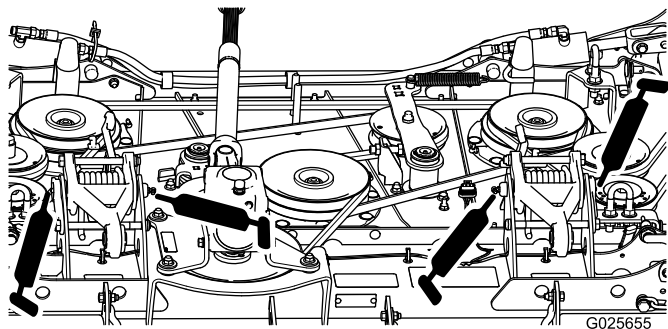

Figura 12
- Attacchi del piatto (5) (Figura 12)